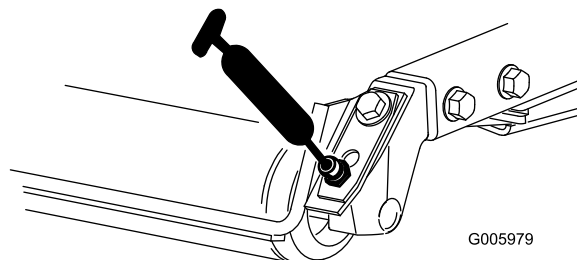

Figura 48
- Ložiska zadního válce (2 na žací jednotku), viz Figura 48.